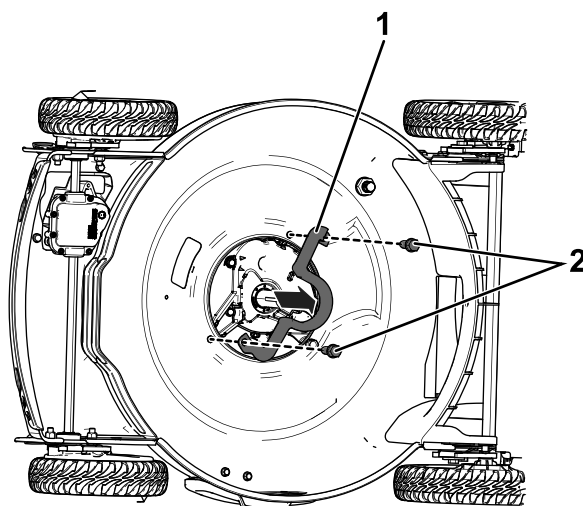

図 5
9. ベルトガイド金属製を止めているボルト2本を外して、このベルトガイドとボルトを廃棄する 図 5。